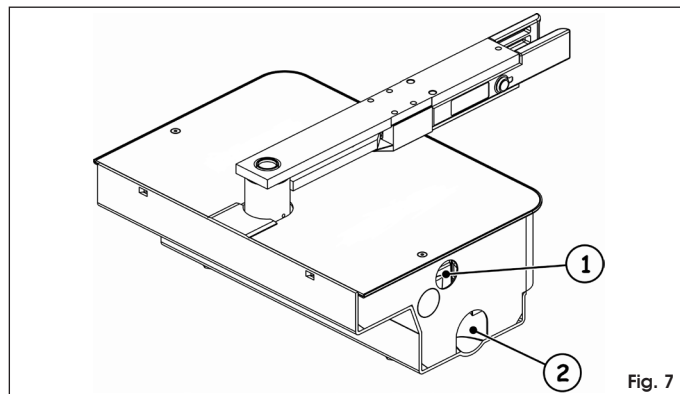

Fig. 7
3. Mettere in opera un tubo in PVC di diametro 35 mm per il passaggio di un cavo elettrico a 4 poli, fino ad arrivare all'apparecchiatura elettronica di comando (Fig. 7 rif. ①). E' consigliabile, inoltre, prevedere un tubo di drenaggio per l'acqua piovana fino ad arrivare al più vicino canale di recupero acque (Fig. 7 rif. ②).